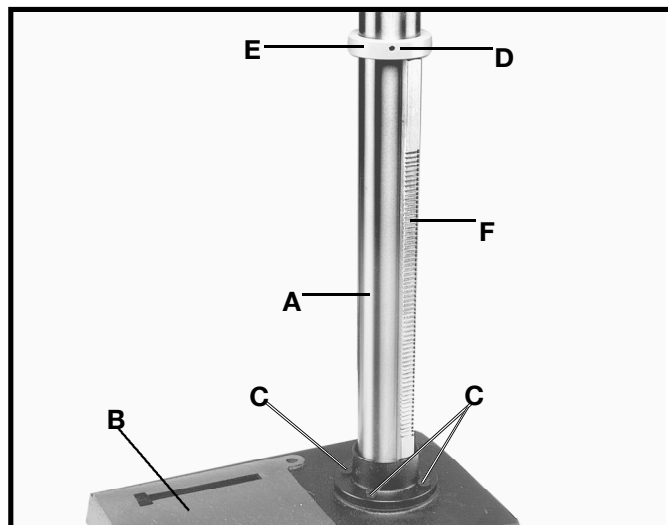

Fig. 3
1. Assembler la colonne (A, fig. 3) à la base (B) à l'aide des quatre vis dont trois sont montrées en (C). Desserrer la vis de calage (D) puis déposer l'anneau (E) et la crémaillère (F).